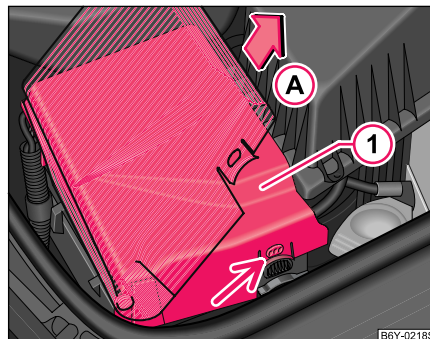

Fig. 131 Compartiment moteur: Batterie
- Retirez les ergots de blocage sur les côtés du couvercle de la batterie ①, faites pivoter le couvercle de la batterie sur 45° env. et enlevez-le dans le sens de la flèche (A) ⇒ page 186, fig. 131.